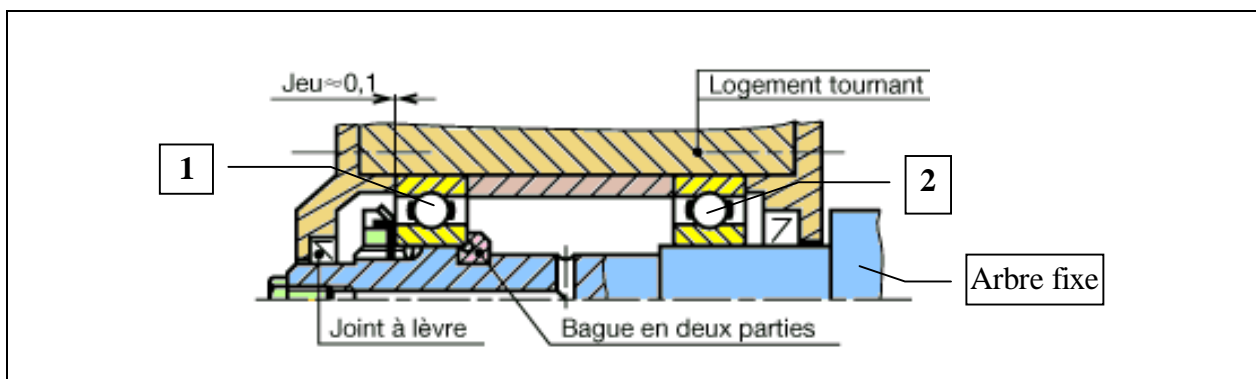

Fig. 2 : Montage de roulements pour arbre fixe
Dans le montage représenté figure. 2, la bague intérieure du roulement (2) est montée libre en translation par rapport à l'arbre fixe. Le roulement (2) réalise alors une liaison linéaire annulaire entre le logement tournant et le bâti. Les deux bagues du roulement (1) sont bloquées en translation, le roulement (2) réalise alors une liaison rotule entre l'arbre et le bâti.
Dans le montage de roulement de la figure 2, l'arbre est considéré comme fixe. Les bagues extérieures sont animées d'un mouvement de rotation d'axe fixe par rapport aux bagues intérieures et les pièces sont en mouvement plan. Le vecteur unitaire \vec{u} est défini comme étant colinéaire au vecteur \vec{AC} et sa rotation est repérée par l'angle α . Le mouvement de rotation de la bague extérieure par rapport à la bague intérieure est paramétré par un angle θ non représenté sur le schéma, tel que $\theta = 0$ lorsque \vec{u} est égale à \vec{x} .